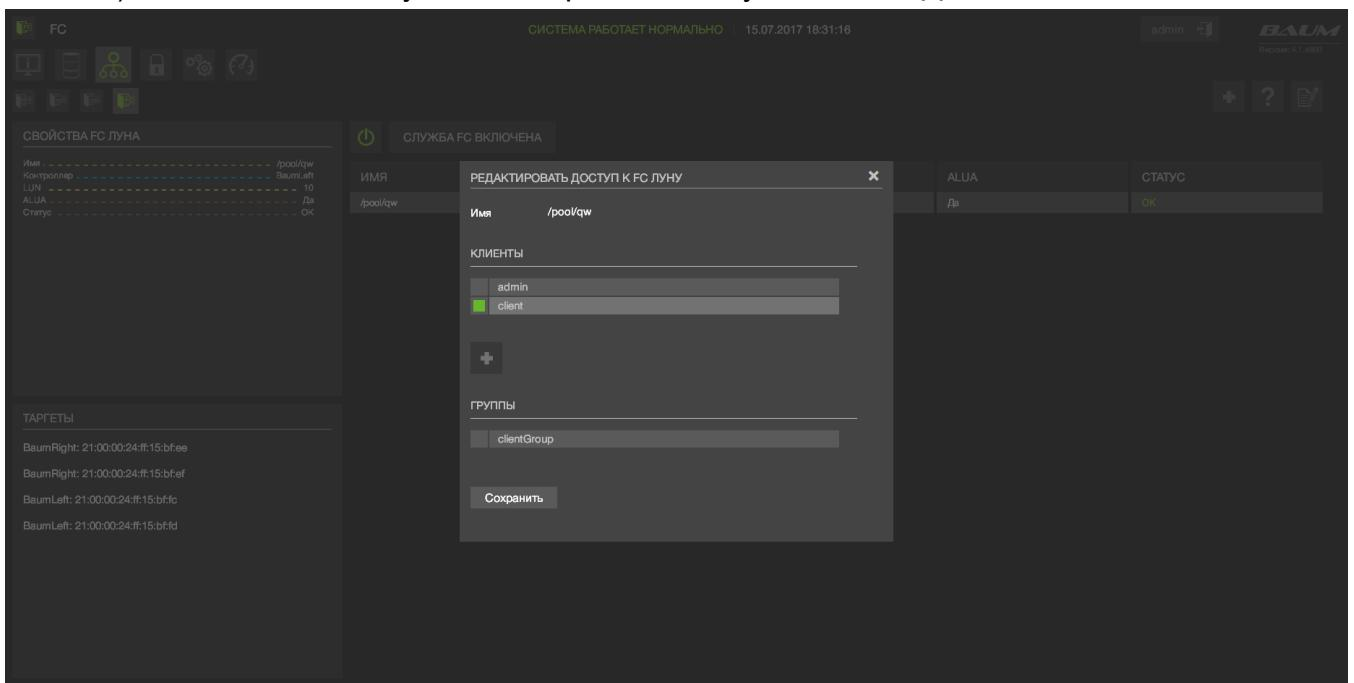

Рисунок 48 – Редактирование доступа к луну Fibre Channel
- 1) Выбрать FC лун (см. Рисунок 48)
- 2) Нажать на кнопку «Редактировать доступ» в окне «Действия» (см. Рисунок 48).